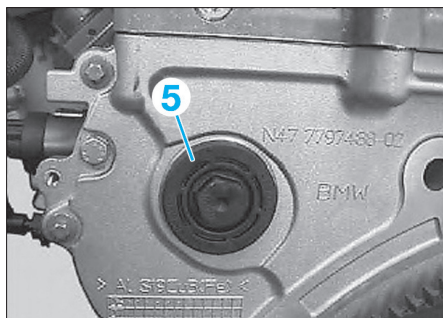

Fig. 58
- Dévisser le couvercle du carter de chaîne (5) (Fig.58).